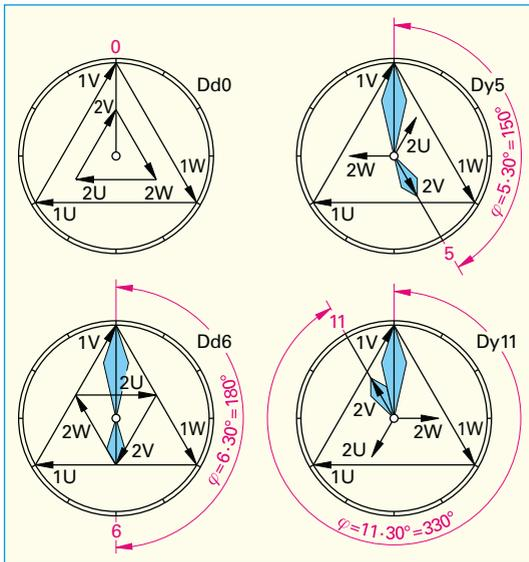

Bild 1: Phasenverschiebungen zwischen Ober- und Unterspannung
Schaltgruppen. Die Schaltgruppe, die auf dem Leistungsschild des Drehstromtransformators (**Bild 1, Seite 491**) angegeben wird, besteht mindestens aus zwei Buchstaben und einer Zahl, z. B. Yd 5 (**Tabelle**).
- Die Zahl nennt man Kennzahl des Drehstromtransformators. Multipliziert man die Kennzahl mit 30° , so erhält man die Phasenverschiebung (**Bild 1**), mit der die gleiche Außenleiterspannung der Unterspannungsseite gegenüber der Oberspannungsseite nacheilt.
Schaltungsmerkmale. Bei Oberspannungswicklungen wird durch Sternschaltung die erforderliche Windungszahl zwar kleiner, aber der Leiterquerschnitt größer als bei Dreieckschaltung. Die OS-seitige Sternschaltung bevorzugt man daher bei Versorgungsstrafos kleinerer Leistung (etwa 500 kVA) und bei sehr hohen Spannungen. Unterspannungswicklungen können bei Verteiltransformatoren (**Bild 1, Seite 490**) für TN-Systeme nicht in Dreieck geschaltet werden, da kein Neutralleiteranschluss möglich ist.